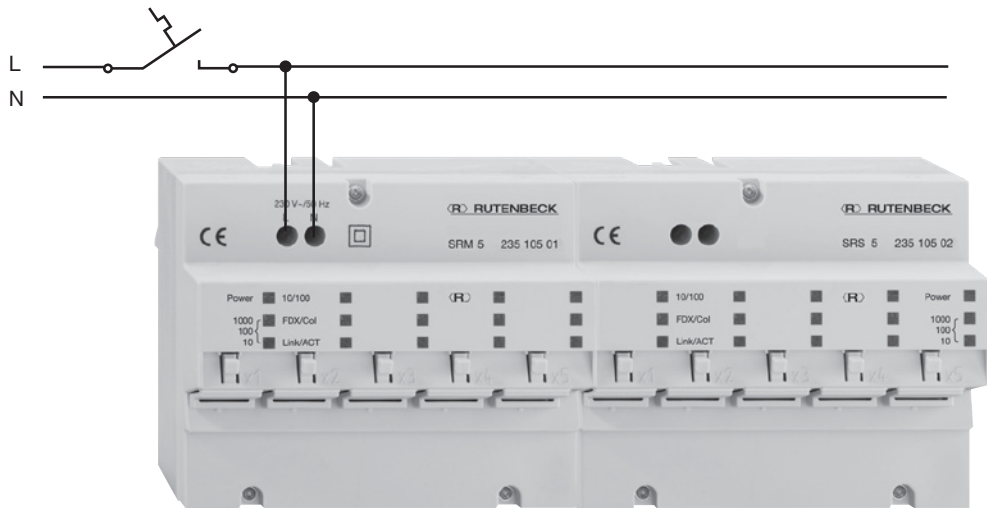

Bild 5
1 Schließen Sie die Netzspannung gemäß Bild 5 an die Klemmen L und N an.
- 1 Connect the mains voltage to the screw terminals L and N according to fig. 5.